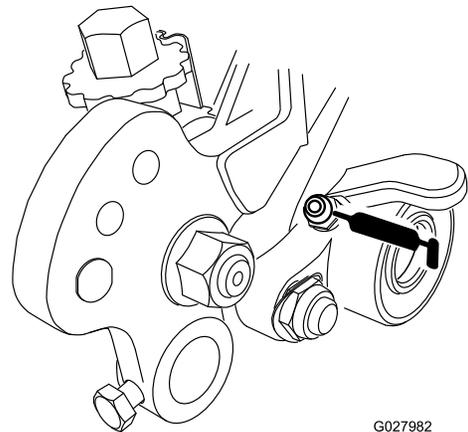
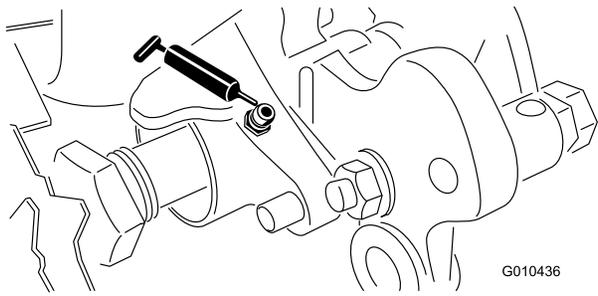

Figura 19
Figura 20
39. Lubrique los cojinetes del groomer (**Figura 19** y **Figura 20**) cada semana o después de cada 10 horas de uso, antes de cualquier periodo prolongado de inutilización, e inmediatamente después de cada lavado. Bombee grasa en cada punto de engrase hasta que aparezca grasa en el eje del groomer. Elimine el exceso de grasa de las juntas y del eje.